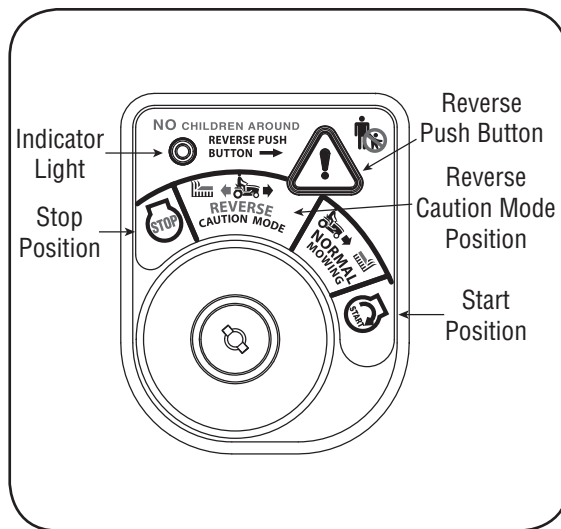

Figura 12
2. Gire la llave desde la posición de **PODA NORMAL** (verde) hasta la posición de **MODO DE PRECAUCIÓN EN MARCHA ATRÁS** (amarillo) del módulo de la llave de contacto. Vea la Figura 12.
3. Presione el **BOTÓN PULSADOR DE MARCHA ATRÁS** (botón triangular de color naranja) en la esquina superior derecha del módulo de la llave de contacto. La luz indicadora roja en la esquina superior izquierda del módulo de la llave de contacto estará encendida (ON) mientras permanezca activado el Modo de Precaución en **MARCHA ATRÁS**. Vea la Figura 12.